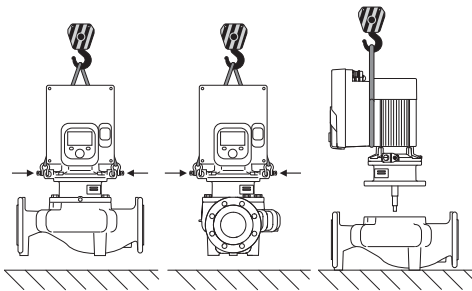

Fig. 6: Nostosuunta pystysuuntaisella moottoriakselilla
Pumpun kuljetus on suoritettava käyttäen hyväksytyjä kuorman kiinnitysvälineitä (esim. nostotalja, nosturi jne.). Kuorman kiinnitysvälineet on kiinnitettävä moottorilaipassa oleviin kuljetussilmukoihin. (Fig. 6, tässä esitetty: nostosuunta pystysuoralla moottoriakselilla).
1. Jätä kaksi kuljetussilmukkaa (Fig. I, pos. 30) moottorilaippaan.
2. Kiinnitä moottori-juoksupyöräyksikkö (Fig. 4) varmistusta varten sopivilla nostovälineillä kuljetussilmukoihin. Jotta yksikkö ei kaadu, aseta hihnasilmukka kuvan Fig. 6 mukaisesti moottorin ja elektroniikkamoduulin sovittimen ympärille. Kiinnityksen yhteydessä on varottava vahingoittamasta elektroniikkamoduulia.
3. Avaa ruuvit (Fig. II, pos. 29) ja poista ne.